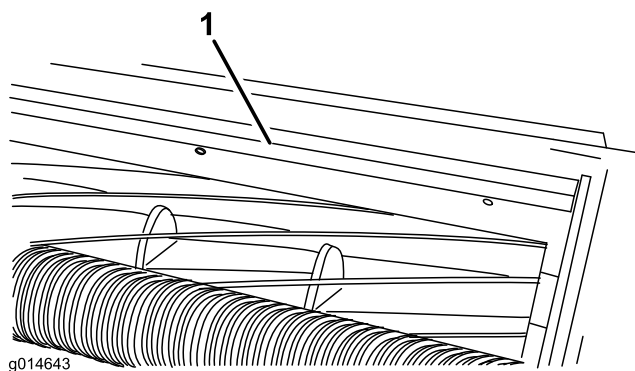

Figure 12
1. Desserrez les vis de fixation de la barre supérieure (Figure 12) au plateau de coupe.